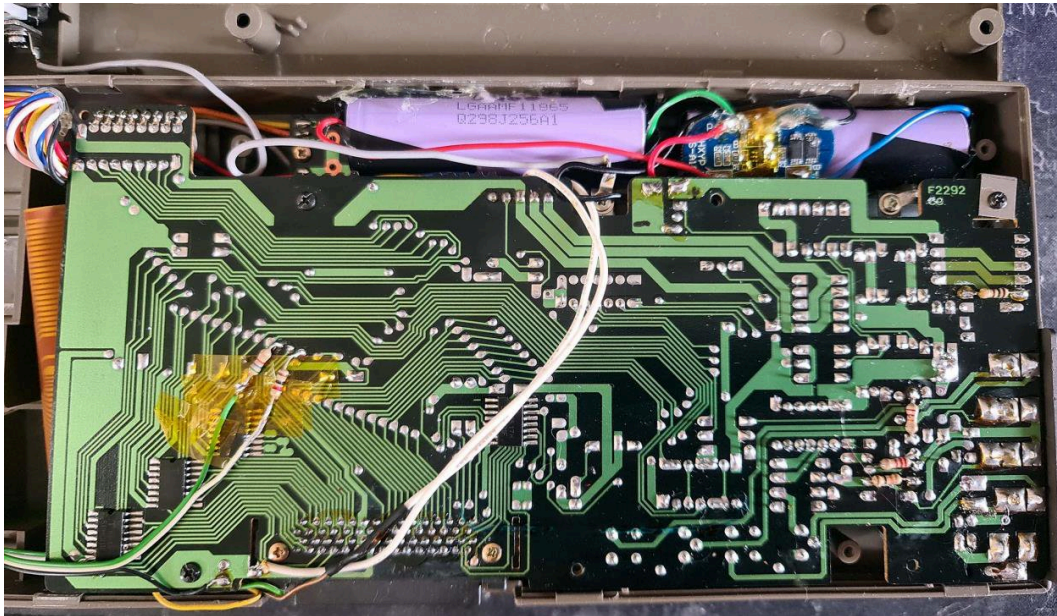

Fig. 4 Intérieur de l'interface imprimante/cassette CE-150 : câble et résistances soudés sur la carte
1. Ouvrez maintenant la CE-150 (retirez d'abord le PC-1500 et débranchez l'adaptateur secteur). Dévissez les 8 vis à l'arrière du boîtier, puis écartez doucement les deux moitiés au niveau de la jonction ; elles se séparent facilement. À l'intérieur, vous verrez la carte de la CE-150 (fig. 4), que vous pouvez nettoyer si nécessaire. Il est aussi utile de remplacer l'ancien bloc d'accumulateurs NiCd, probablement usé, par un bloc de deux éléments Li-ion 18650, obligatoirement équipé d'une carte de protection BMS 2S (voir la fig. 4).